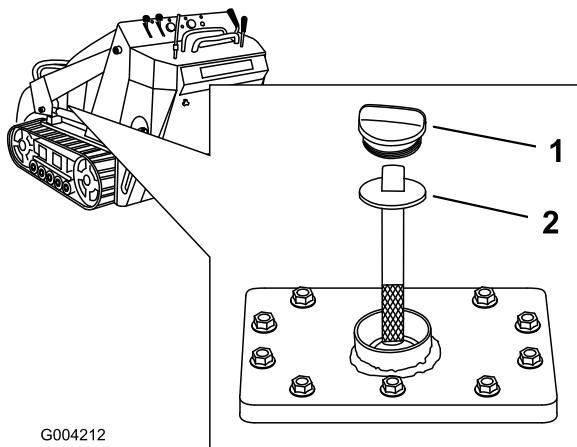

Figura 52
- Retire el tapón y la varilla del depósito hidráulico (Figura 52).